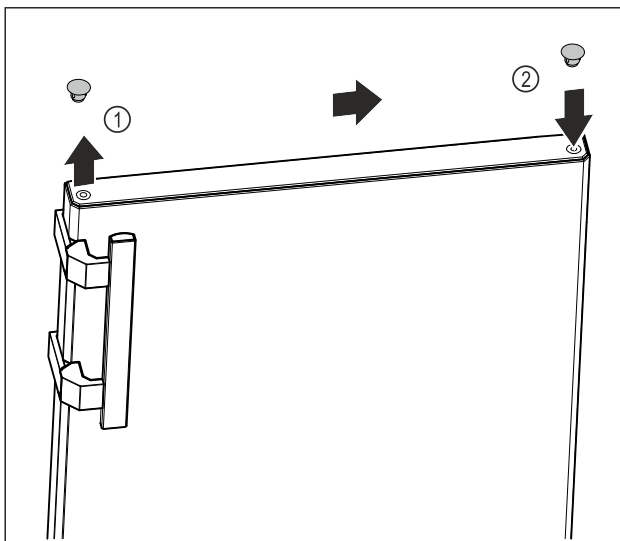

Fig. 13
- ▶ Abdeckstopfen der Türoberseite Fig. 13 (1) vorsichtig mit Schlitzschraubendreher anheben.
- ▶ Abdeckstopfen auf der Gegenseite einsetzen. Fig. 13 (2)